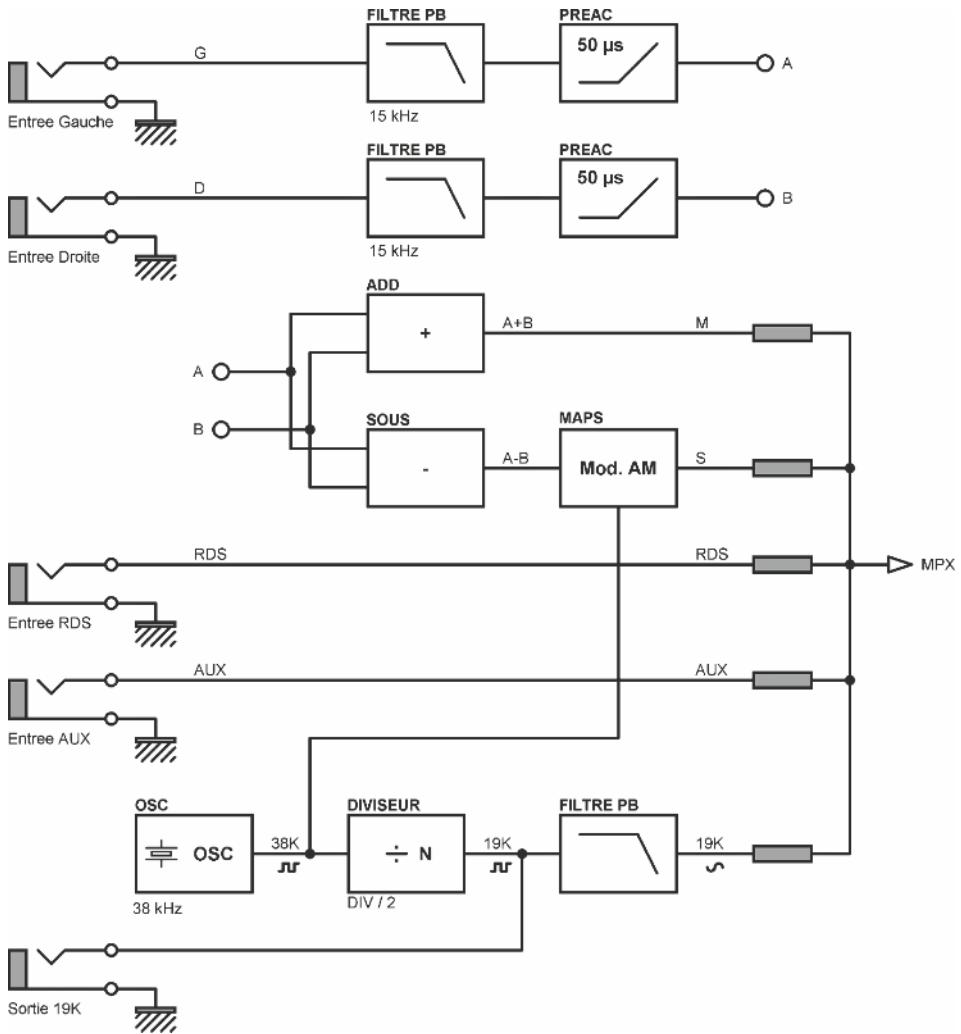

Figure 3.14.
**Tentatoo** – Je pense qu'il est temps maintenant de faire le point avec tous ces signaux basse fréquence, qui se trouvent finalement concentrés en un seul point appelé signal multiplex (MPX). Voyez donc le schéma récapitulatif donné à la **figure 3.14**, qui résume ce que l'on trouve avant le modulateur FM, et dont nous avons discuté jusqu'à présent.